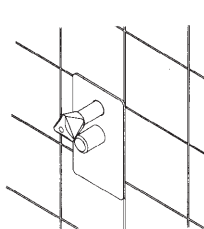

Abb. 3
6. Die Revisionsplatte, das Kappenoberteil des Absperrventils und die Übersteckhülse für die Druckminderer kappe montieren (Abb. 3).